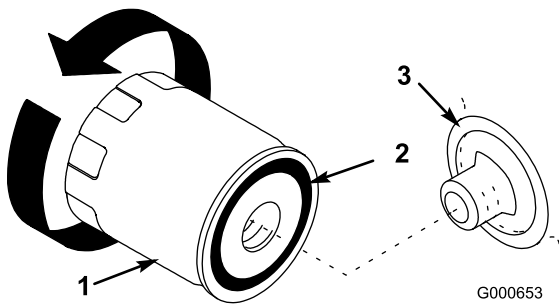

図 30
8. オイル・フィルタを外し、フィルタのアダプタ・ガスケットの表面をきれいに拭く（図 30）。
11. フィルタのガスケットにきれいなオイルを薄く塗る（図 30）。
12. アダプタに新しいフィルタを取り付ける。ガスケットがアダプタに当たるまで手でねじ込み、そこから更に 1/2 回転増し締めする（図 30）。